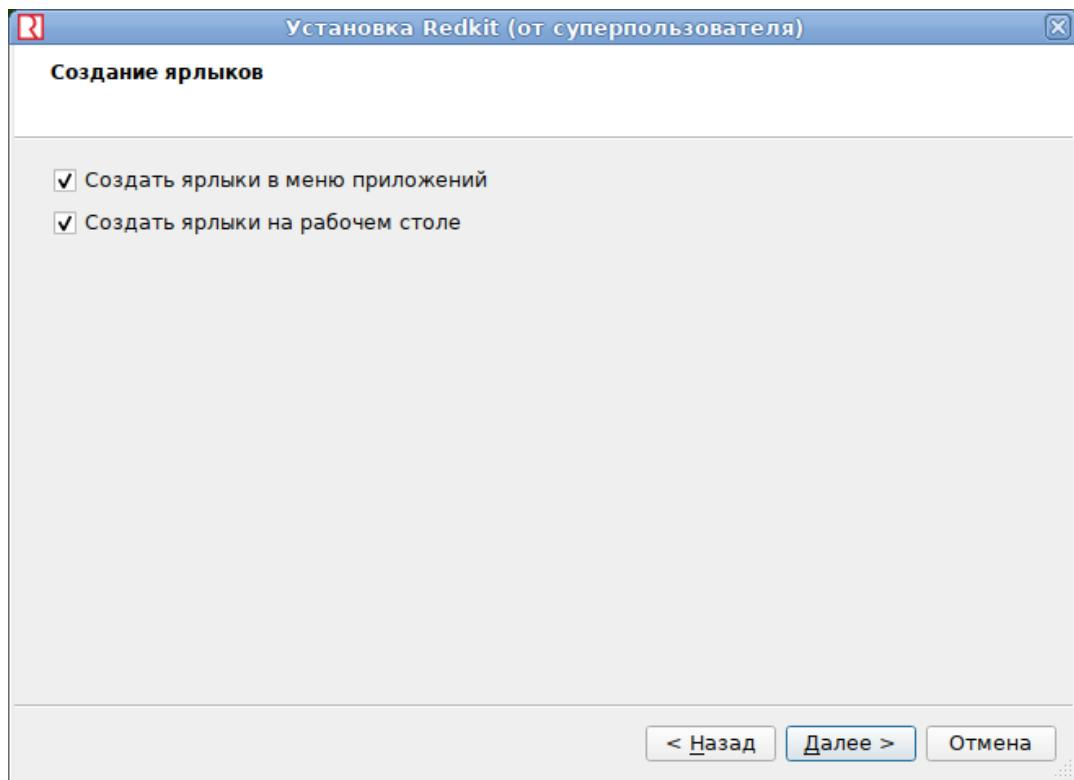

Рисунок 7 - Создание ярлыков
8. Выберите вариант(ы) создания ярлыков и нажмите **Далее** (Рисунок 7).